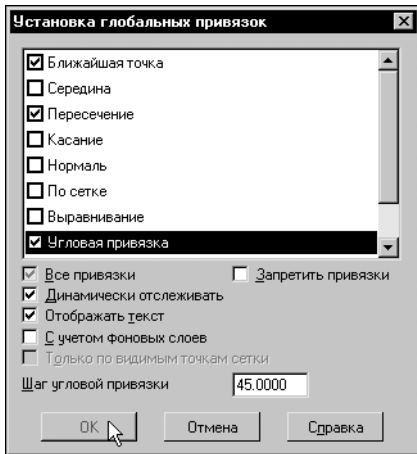

Рис. 59.20. Активизация привязки
3. Включите угловую глобальную привязку (рис. 59.20).